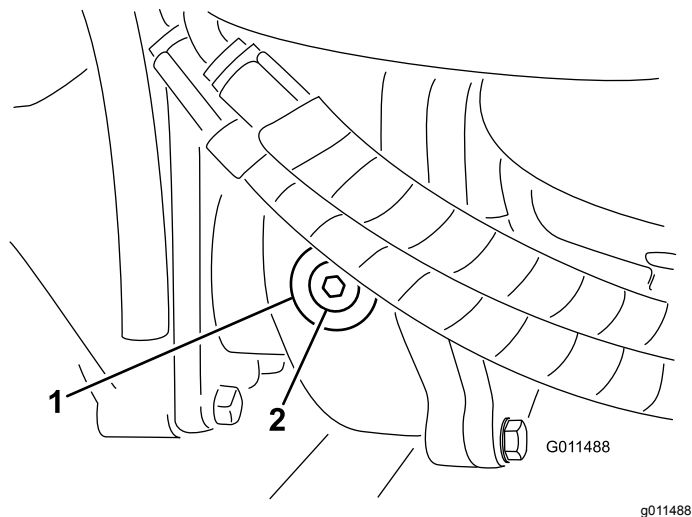

Figura 95
2. Retire el tapón de verificación/llenado del lado izquierdo de la caja de engranajes y asegúrese de que el lubricante llega al borde inferior del orificio (**Figura 95**).